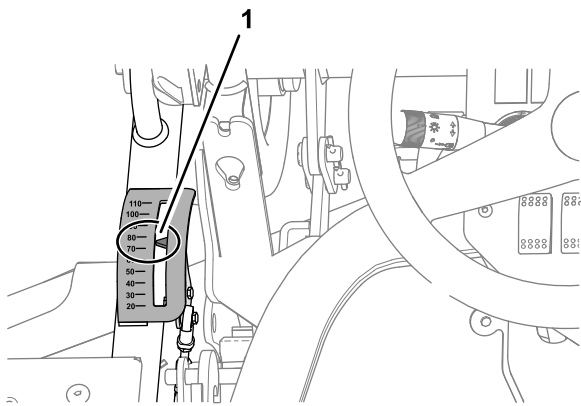

Figura 121
1. Reglați înălțimea de tăiere în poziția de 75 mm (Figura 121).